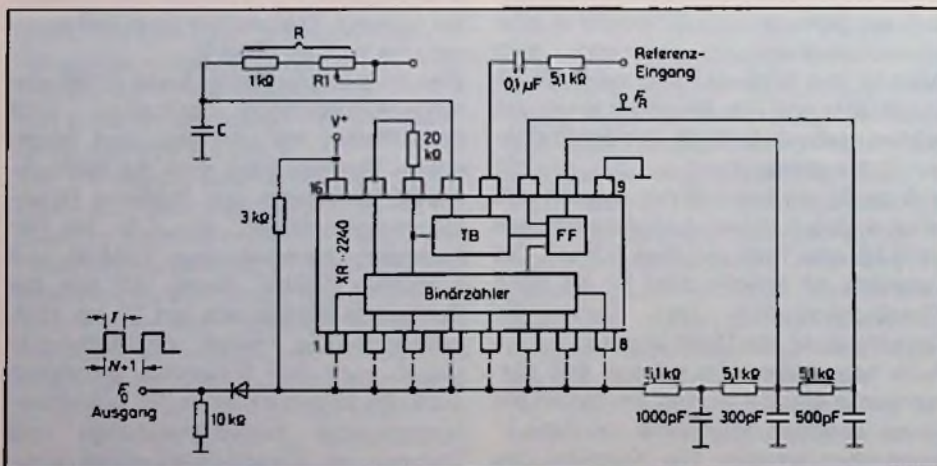

Bild 1: Schaltung des Frequenz-Synthesizers
**Bild 1.** Diese einer Ultraschallschwingung entsprechende Quermodulation des Rillensbodens ist entscheidend für die hohe Qualität der Oberfläche bei der DMM-Technik
Außerdem wurden Schneidstichel, Stichelhalterung und Elastizität der Kupferschicht systematisch so aufeinander abgestimmt, daß der Diamant beim Schneiden in eine Ultraschallschwingung versetzt wird (Bild 1). Ihre Frequenz liegt zwischen 60 und 80 kHz und ihre Amplitude nimmt bei größerer Rillentiefe durch den dann höheren Schneidwiderstand zu. Sie erreicht z. B. bei 30 µm Schallrillenmodulation und einer aufgezeichneten Audiofrequenz von 1000 Hz eine Tiefe von etwa 0,3 µm. Die Rillentiefe ist entscheidend für die hohe Oberflächenqualität und damit die Rauschfreiheit des DMM-Masters.
Der monolithische Timer/Counter XR-2240 enthält einen programmierbaren 8-Bit-Binärzähler und einen stabilen Zeitbasis-Oszillator in einem 16poligen-Gehäuse. Mit der in Bild 1 gezeigten Schaltungsanordnung lassen sich mit über 2500 diskrete Frequenzen aus einer einzigen Referenzfrequenz erzeugen. Der Betrieb als Frequenz-Synthesizer ist möglich, da die Schaltung die Eingangsfrequenz sowohl teilen als auch vervielfachen kann. Sie kann die Frequenz gleichzeitig mit dem Faktor  $M$  multiplizieren und sie durch einen Divisor „ $N + 1$ “ teilen wobei sowohl  $M$  als auch  $N$  einstellbar ganze Zahlen sind. Die Schaltung ist daher in der Lage, eine Ausgangsfrequenz  $f_0$  zu erzeugen, die zur Eingangreferenz-Frequenz  $f_R$  in folgen-
Bild 1 zeigt den Versuchsaufbau, der den elektroakustischen Übertragungsweg von der Signalquelle bis zum Ohr nachgebildet. Die Gesamtverzerrungen des Übertragungsweges wurden stufenweise do-
**Bild 1. Meßaufbau zum Feststellen der Wahrnehmbarkeit nichtlinearer Verzerrungen.** Der Verzerrer erzeugt mit einem A-Verstärker quadratische Verzerrungen ( $k_2$ ) und mit einem Gegentakt-B-Verstärker kubische Verzerrungen ( $k_3$ )